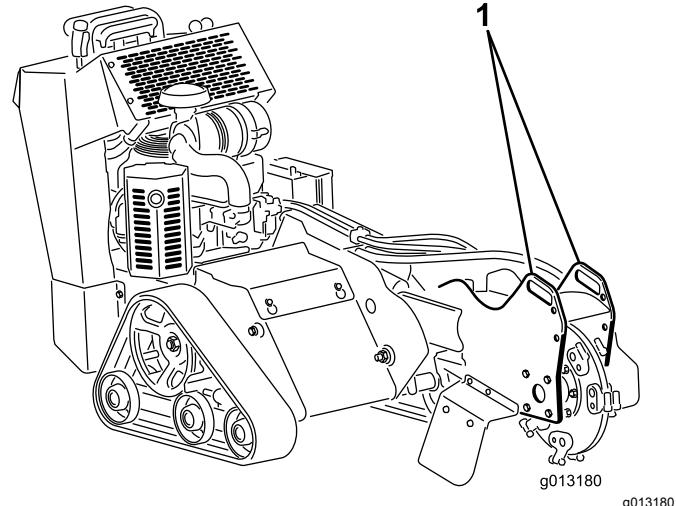
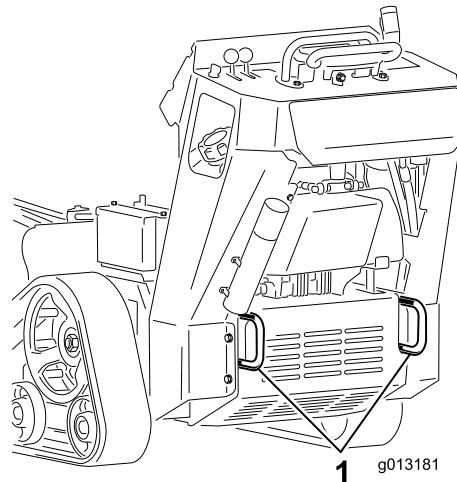

Figure 19
Figure 20
3. Pour arrimer la machine sur une remorque, passez des chaînes ou des sangles dans les points d'attache/de levage situés à l'avant et à l'arrière de la machine (Figure 19 et Figure 20). Reportez-vous aux ordonnances locales concernant les exigences d'arrimage et de remorquage.
Vous pouvez soulever la machine en vous servant des points d'attache/de levage (Figure 19 et Figure 20).